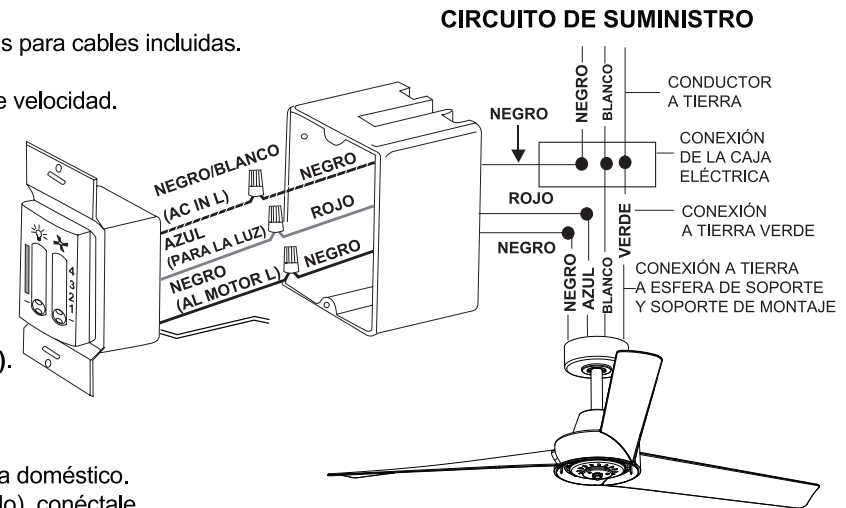

Fig. 12
Paso 1. Coloca la perilla de luz del control de pared en la posición y coloca la perilla de velocidad del control de pared en la posición de -. (**Fig. 12**).
Paso 2. Realiza las conexiones de los cables (**Fig. 12**) y fíjalos con las tuercas para cables incluidas.
El cable azul del ventilador se conecta al cable azul marcado "para la luz" del control de la luz a través de un cable rojo, como se muestra en la (**Fig. 12**). El cable rojo puede ser de otro color dependiendo de tu ubicación. Si no estás seguro, consulta con un electricista calificado.